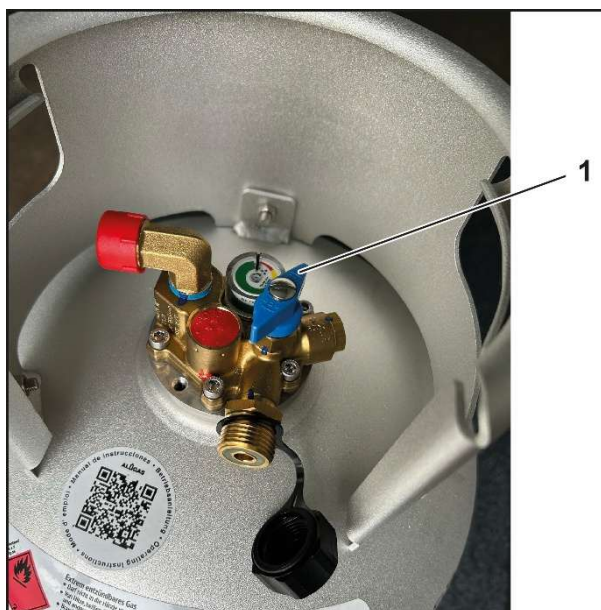

Fig. 10
1. Fermez la vanne d'arrêt de gaz (Fig. 10/1).